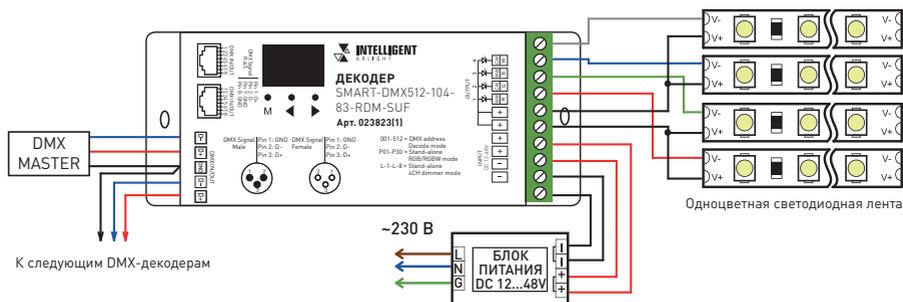

Рис. 1. Общая схема подключения декодера
- 3.3. Подключите светодиодную ленту или другой совместимый светодиодный источник света к выходу **OUTPUT** декодера согласно схеме на рис. 1. Подключите источник DMX-сигнала к входу **DMX INPUT**. Подключите источник питания к входу **INPUT 12–48В**. Соблюдайте полярность и порядок подключения проводов к клеммам.